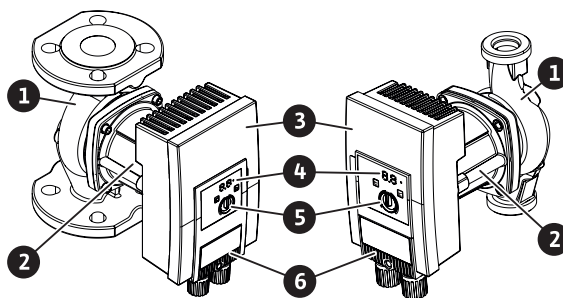

Fig. 1: Vue d'ensemble du circulateur à brides et à raccord fileté
Un module de régulation (Fig. 1, pos. 3), situé sur le carter de moteur, permet de réguler le circulateur et d'établir une interface de report de défauts centralisé (SSM). Selon l'application ou la fonction de régulation sélectionnée, la régulation concernera la vitesse de rotation ou la pression différentielle. Pour toutes les fonctions de régulation de la pression différentielle, le circulateur s'adapte en permanence au besoin de puissance variable de l'installation.